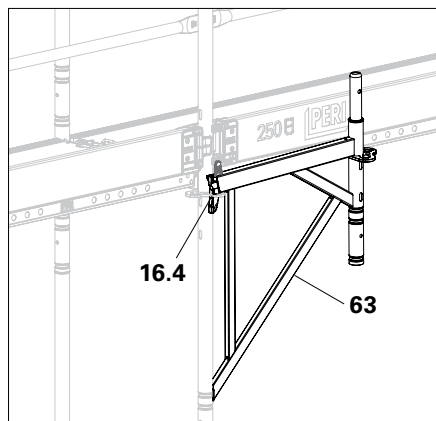

Abb. A6.04
1. Konsole ECM 67 (63) oder ECM 100 in  $\frac{3}{4}$ -Rosette (16.4) von Easyrahmen EVF oder Koprahmen EVH parallel zum Gerüst einhängen. (Abb. A6.04)